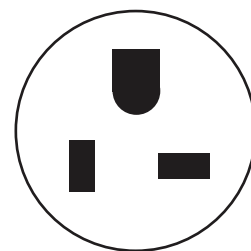

Abb. 64
*Nordamerikanische T2s werden mit einem wasserfesten NEMA L5-20P-Verriegelungsstecker und einem Adapter für den NEMA 5-20P geliefert (siehe Abb. 64).